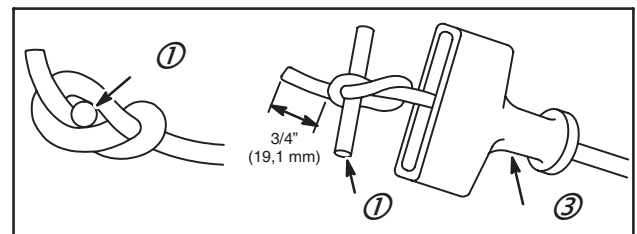

Fig. 14
3. Placer la goupille (1), Fig. 14, à travers le nœud et le tirer fermement dans la poignée (3), Fig. 14. **TOUJOURS BIEN SOUDER LES DEUX EXTRÉMITÉS.**